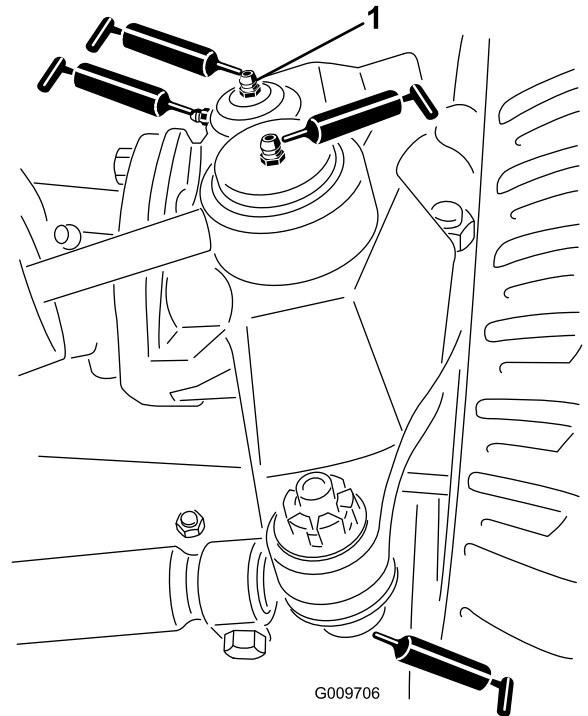

Figura 52
- Articulaiones esféricas de cilindro de dirección (2) tal y como se muestra en la Figura 52
- Articulaiones esféricas de biela (2) tal y como se muestra en la Figura 52
- Casquillos de pivote de dirección (2) tal y como se muestra en la Figura 52